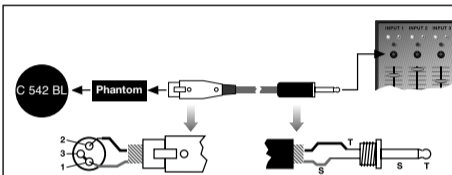

Abb. 2: Anschluss an asymmetrischen Eingang
1. Siehe Abb. 2. Verbinden Sie im XLR-Stecker mittels einer Drahtbrücke Stift 1 mit Stift 3 und mit der Abschirmung.